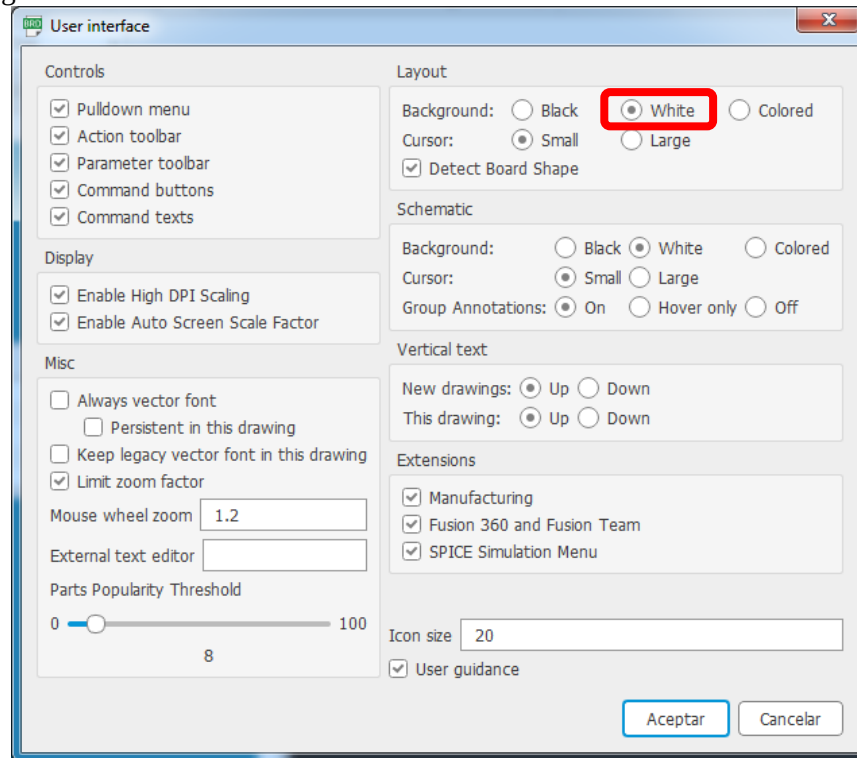

Figura 1: Modificando el color de la interfaz.
2. En la **ventana Board** (EBB115_G1), dé clic izquierdo en el menú **Options >> User interface...** Ver figura 1.